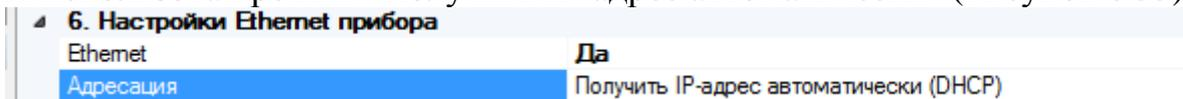

Рисунок 6.33
- Если в оборудовании сети поддерживается протокол DHCP, то может быть использован режим "Получить IP-адрес автоматически" (Рисунок 6.33).